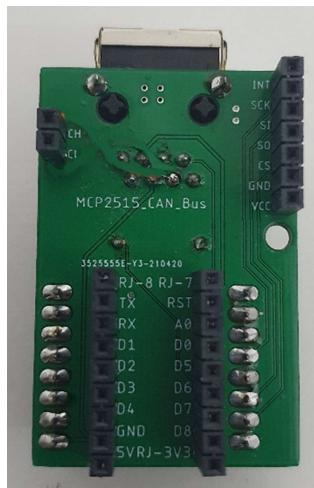
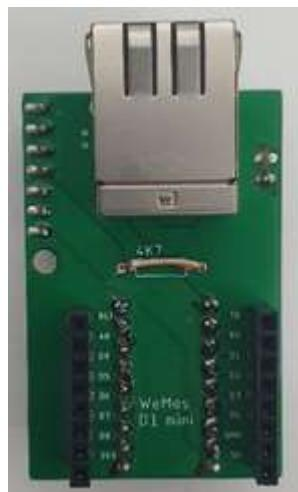

Figura 20 – Aspetto da Placa Soldada Face 1
Figura 21 - Aspetto da Placa Soldada Face 2
6. Na Figura 20 e Figura 21 pode verificar o aspeto da placa com todos os conectores soldados, bem como a ficha RJ45 e o fio, que neste caso se optou por colocar ao invés da resistência.